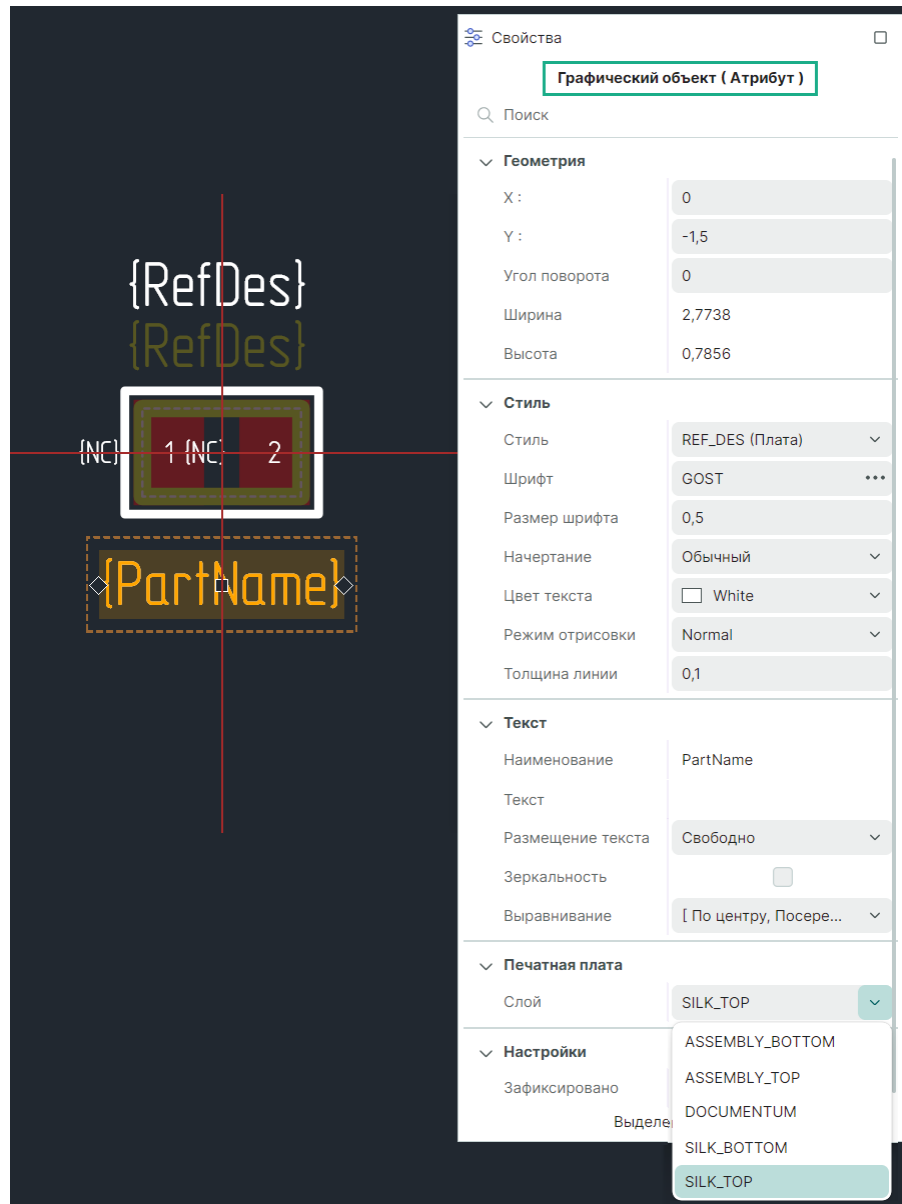

Рис. 113 Свойства размещенного атрибута семейства
5. При выделении размещенного атрибута семейства в функциональной панели «Свойства» отображаются свойства выделенного атрибута, см. Рис. 113.